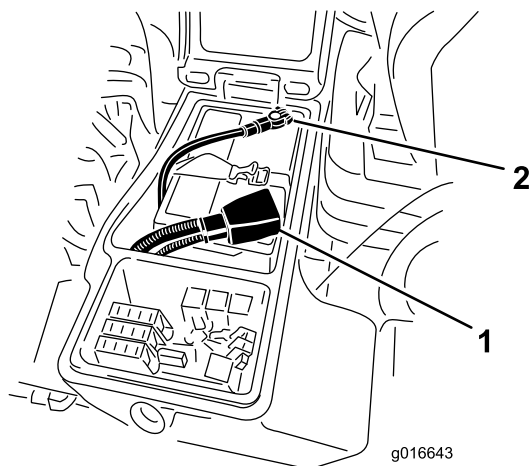

Figura 87
1. Conecte el cable positivo (rojo) al borne positivo (+) de la batería (Figura 87).